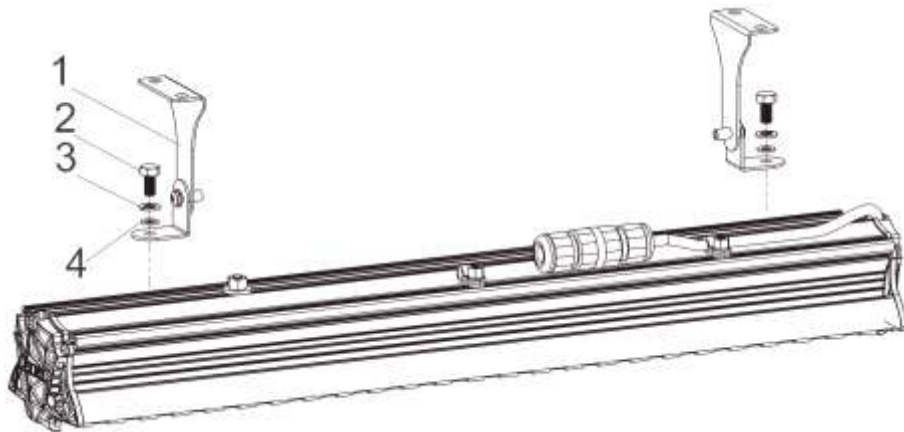

Рисунок 4 Монтаж крепления
- б) Зафиксировать крепление болтом (поз.2), гроверной шайбой (поз.3), плоской шайбой (поз.4) и гайкой в Т-образном пазе на профиле светильника (рис.4);
- г) Затянуть фиксирующие болты с усилием крутящего момента не более 9,4 Н/м (рис.4);